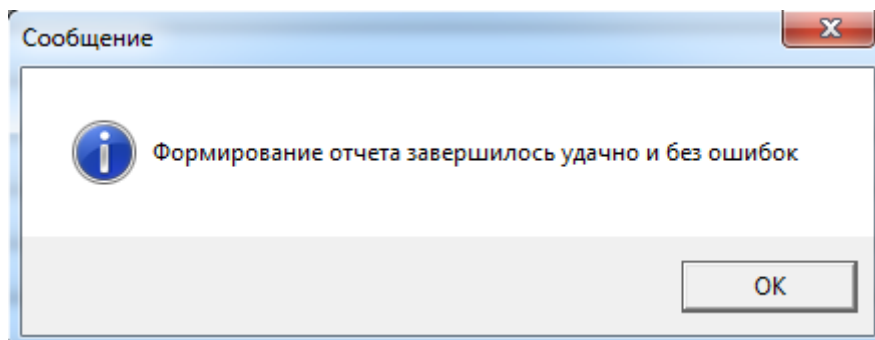

Рис. 3.55. Окно «Сообщение»
- В появившемся окне «Сообщение» (см. рис. 3.55) нажмите кнопку «ОК», после ознакомление с сообщением.